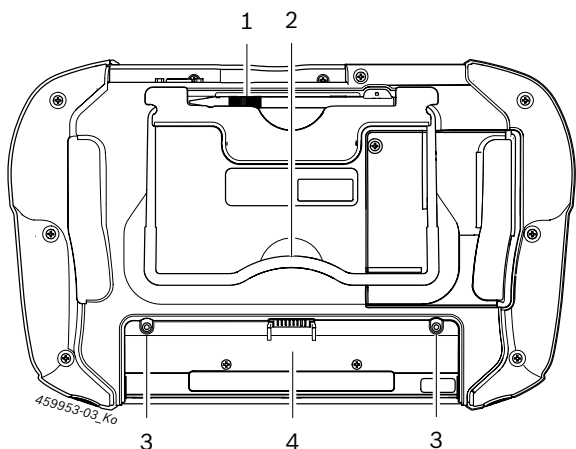

Fig. 3: Parte inferior del D750
➤ Insertar la batería en el compartimiento de la batería y fijarla con los dos tornillos que se encuentran en la batería (véase fig. 3, pos. 3).